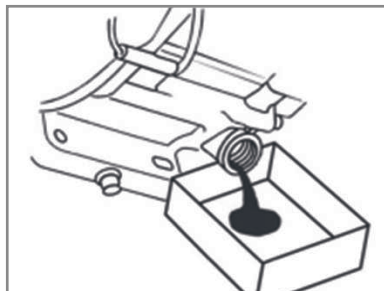

Рис. 13 Замена моторного масла
3. Очистите от загрязнений зону вокруг маслосаливной горловины. Извлеките щуп из маслосаливной горловины и протрите его чистой ветошью (Рис. 13).
4. Выкрутите болт отверстия для слива масла и слейте отработанное масло в подготовленную для этого емкость (Рис. 13).